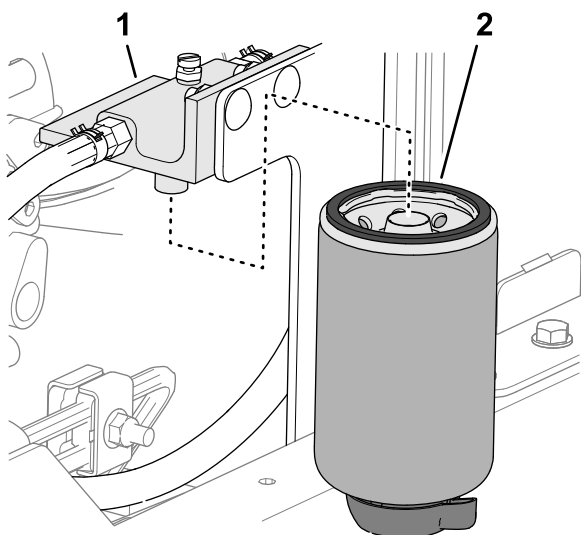

Рисунок 85
2. Очистите головку и корпус фильтра (Рисунок 85).